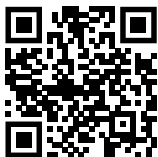

Fig. 129
- Öffnen Sie das Liebherr SmartMonitoring Dashboard. (siehe Fig. 129)